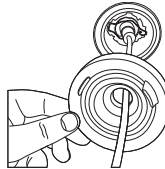

Abbildung 5
- Assemble the gasket on the LED4 burner and ensure it is in the correct position as shown in Figure 5.
- Setzen Sie die Dichtung des LED4-Brenners ordnungsgemäß ein, wie in Abbildung 5 dargestellt.